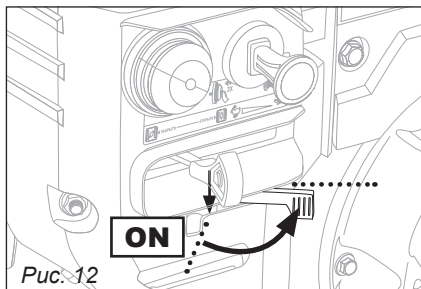

Рис. 12
3. Поверните ручку управления топливного крана в положение «ON», рис. 12.